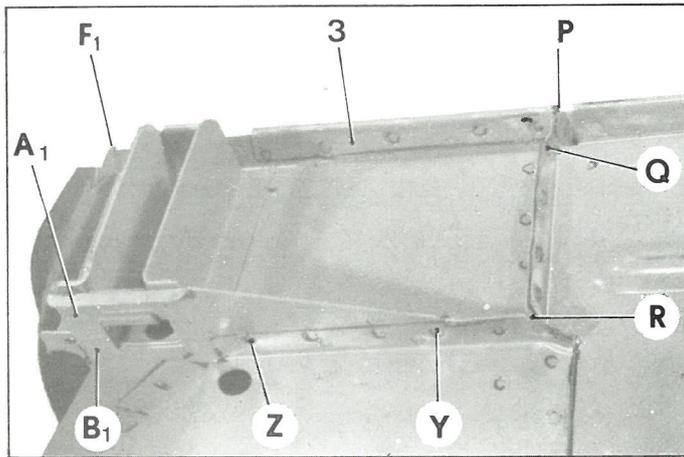

Fig. 11
- en F₁ P (fig. 11)
- en RZ (fig. 11)
- en A₁ B₁ (fig. 11)
en PQ et QR (fig. 11)**18. Réaliser l'étanchéité par brasure.**
- en RY (fig. 11)
- en YZ (fig. 11) (côté de fermeture)
Mettre en place les tôles de sertissage (2) (fig. 1) et (3) (fig. 11).